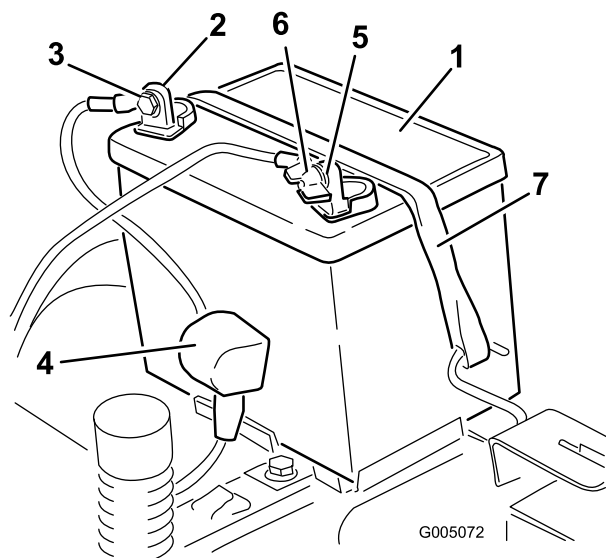

Figure 37
4. Débranchez le câble négatif (noir) de mise à la masse de la borne de la batterie (Figure 37).
6. Débranchez le câble positif (rouge) de la borne de la batterie (Figure 37).
7. Déposez la barrette de maintien de la batterie (Figure 37) et soulevez la batterie de son support.
1. Placez la batterie dans son support (Figure 37).
5. Fixez la batterie en place à l'aide de la barrette de maintien (Figure 37).